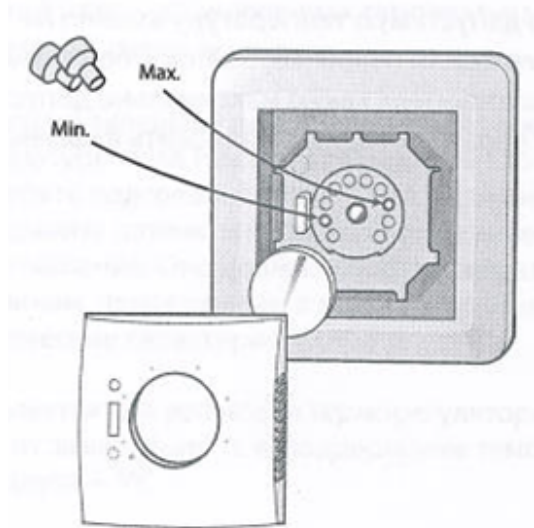

Рис. 5. Установка ограничителей температурного диапазона.
4. Для подготовки терморегулятора к рабочему состоянию после его закрепления в монтажной коробке следует установить рамку и закрыть крышку (плавно нажать на крышку до характерного срабатывания всех защелок). При необходимости ограничить диапазон изменения температуры следует изменить положение красного и синего ограничителей, расположенных под ручкой установки температуры. Следует убедиться, что ручка терморегулятора легко вращается от одного крайнего положения до другого (Рис. 5).